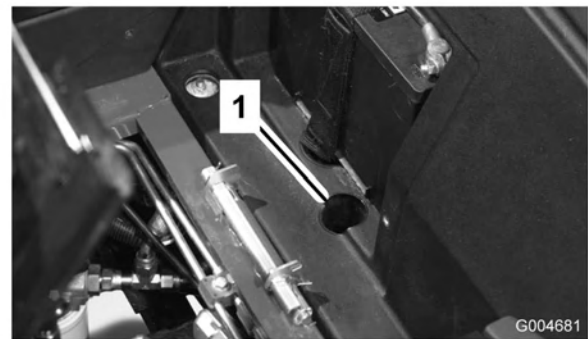

Figure 28
1. Soulevez le siège et enlevez le couvercle de la batterie. La vanne de dérivation se trouve devant la batterie (Figure 28).